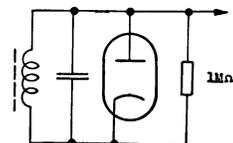

Fig. 58
58. Wie groß ist der Parallelverlustwiderstand in der Demodulationsschaltung nach Fig. 58?